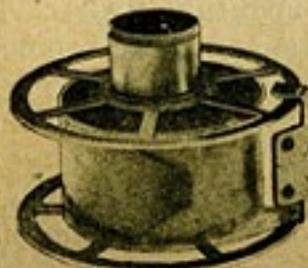

Рис. 20.
намотаны и конец пленки перекрывается кольцом тисненой ленты катушки, необходимо закрепить последний на фланцах катушки шпилькой (4) (рис. 20).